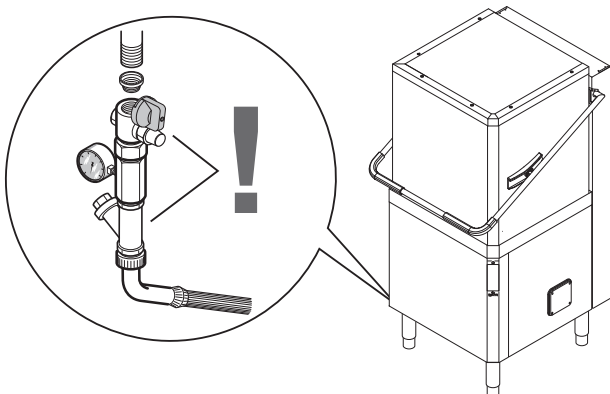

Figura 10 Conexão do tubo de alimentação
- Conecte o tubo de entrada de água "WI" (consulte o parágrafo E6.2 "Esquemas de instalação") do aparelho à rede de água e interponha uma torneira, o filtro fornecido e um manômetro (Figura 10).